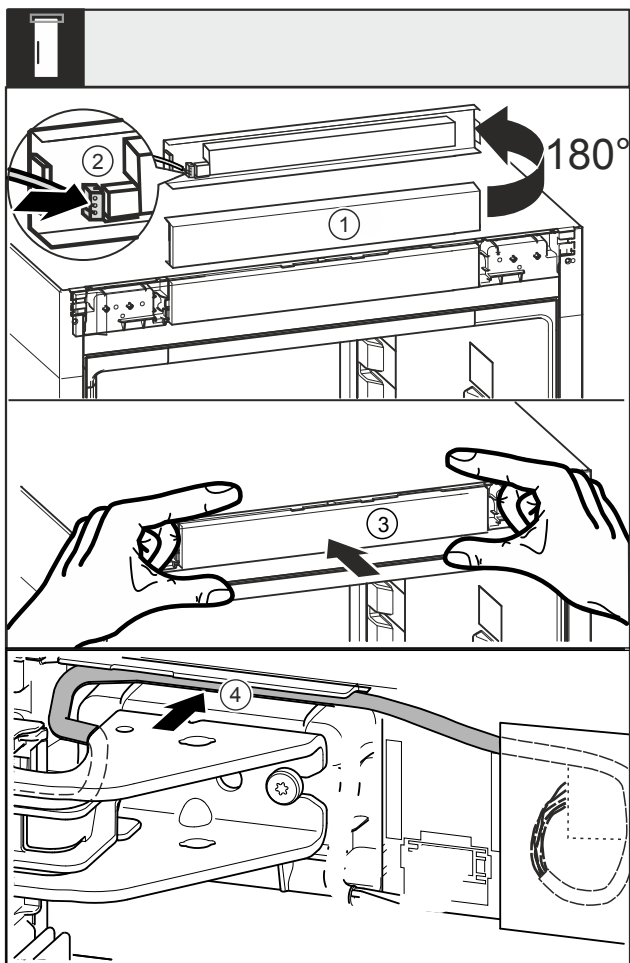

Fig. 46
- Käännä suojapaneeli Fig. 46 (1) 180° ylöspäin.
- Lukitse liitin Fig. 46 (2) käyttöosan paneeliin.
- Kiinnitä suojapaneeli Fig. 46 (3) uudelleen laitteeseen.
- Aseta johto varovaisesti ylemmän laakerijalustan yläpuolella olevaan ohjaimen Fig. 46 (4).